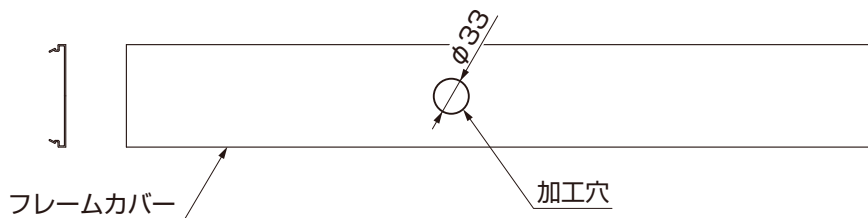

図1-3
①フレームカバーにを図1-3を参照してφ33の穴をあけてください。